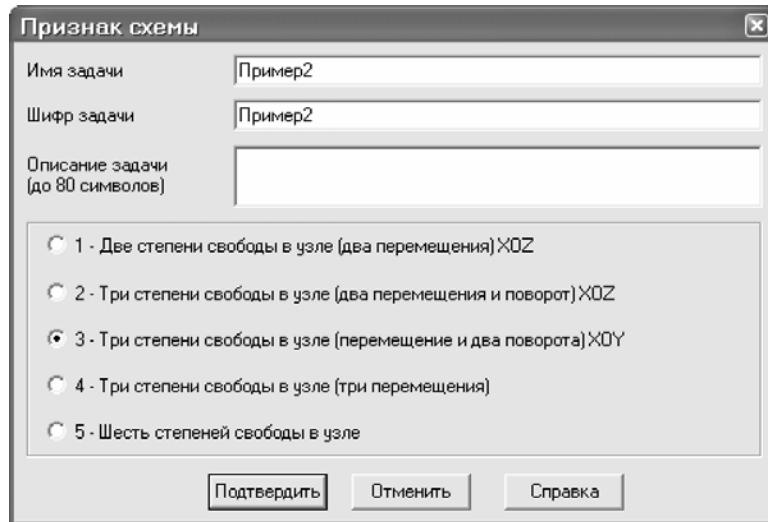

Рис.2.2. Диалоговое окно Признак схемы
- В диалоговом окне **Признак схемы** (рис.2.2) задайте следующие параметры: